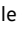

**Fig. 116** Entre os bancos dianteiros: freio de estacionamento.
- Puxar a alavanca do freio de estacionamento um pouco para cima e pressionar o botão bloqueador → Fig. 116 (seta).